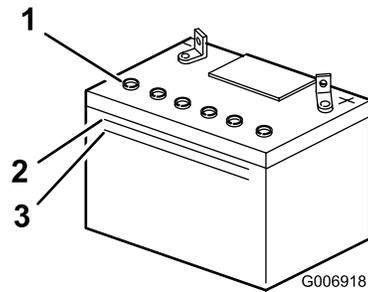

Bild 26
Hinweis: Der Säurestand darf nicht unter die untere Linie fallen (Bild 26).
- Entfernen Sie die Entlüftungsdeckel von der Batterie (Bild 26).
- Gießen Sie langsam destilliertes Wasser in jede Batteriezelle, bis der Säurestand die obere Linie (Bild 26) am Batteriegehäuse erreicht.
- Warten Sie nach dem Füllen der Batteriezellen fünf bis zehn Minuten. Gießen Sie bei Bedarf destilliertes Wasser in jede Batteriezelle, bis der Säurestand die obere Linie (Bild 26) am Batteriegehäuse erreicht.